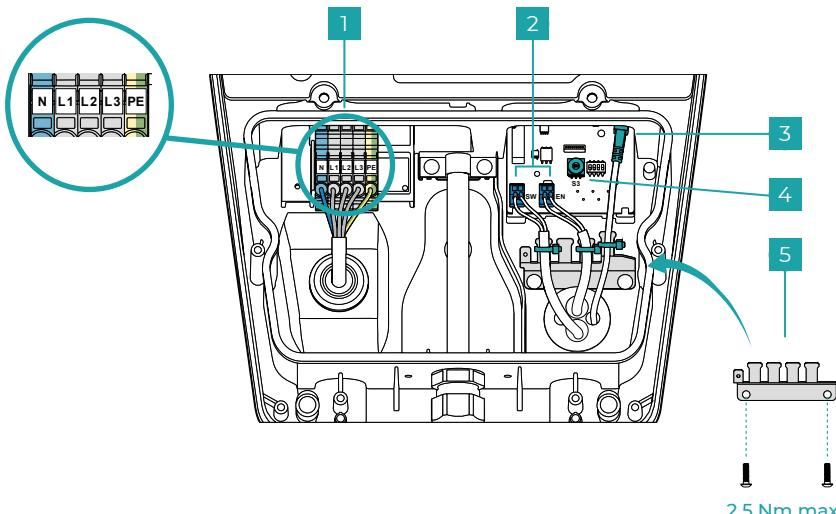

Fig. 6
En option, un dispositif de verrouillage externe (par ex. interrupteur à clé) peut-être raccordé à l'interface interne (fig. 6 - n°2 - interface EN).
- Préparez le câble de raccordement au réseau en conséquence ($\varnothing 10 - 20 \text{ mm} // 5^{\prime}6 \text{ mm}^2 \text{ max.}$) et raccordez-le comme indiqué à la **fig. 6 - n°1**. Le raccordement au réseau se divise en trois phases dans la représentation. Pour raccorder le système de charge au réseau en une phase, utilisez N, L1 et PE.
- Configurez le courant de charge maximal de 6 A à 16 A à l'aide de l'interrupteur rotatif S3 comme indiqué à la **fig. 6 - n°4**.
- En option : préparez les câbles de données (entrée (EN)/sortie (SW) numérique et LAN) et raccordez-les comme indiqué à la **fig. 6 - n°2 & 3**. Pour procéder au raccordement d'un dispositif de verrouillage externe via une entrée numérique, retirez au préalable les ponts de câble.
Effectuez la décharge de traction comme indiqué à la **fig. 6 - n°5** et fixez les câbles de données à l'aide de serre-câbles. Montez le cache inférieur du système de charge comme indiqué à la **fig. 7**.